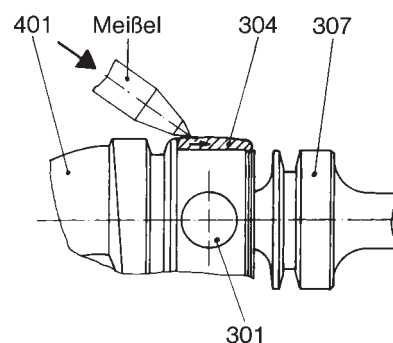

Bild 3: Ausbau der Gelenkhülse.
- Gelenkmanschette (308) mit einem Schraubendreher anheben und axial in Richtung Gelenkwelle (307) abziehen.
- Gelenkhülse (304) über den Bund der Gelenkwelle (307) treiben. Dabei Gelenkwelle (307) nicht auslenken (siehe Bild 3).